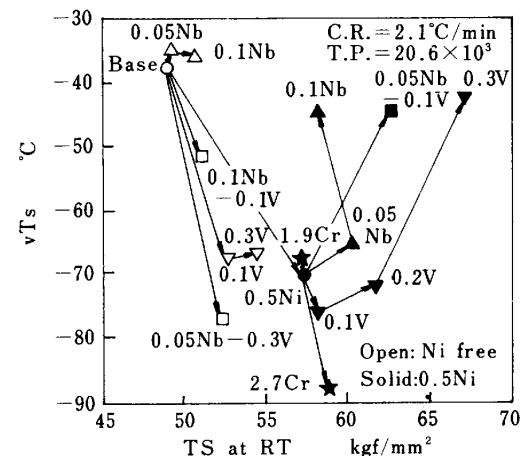

Fig.2 Effect of Alloy Addition on Mechanical Properties of $2\frac{1}{4}\text{Cr}-1\text{Mo}$ Steel (300mm Nor. Simulated)
2)0.09%Cでも0.5%程度のNi添加とTi-B処理の複合効果によって高焼入性が得られる。そのために板厚300mmの空冷相当でも均一ペイナイト組織となり、優れた強度、韌性バランスが得られる(Fig.2参照)。